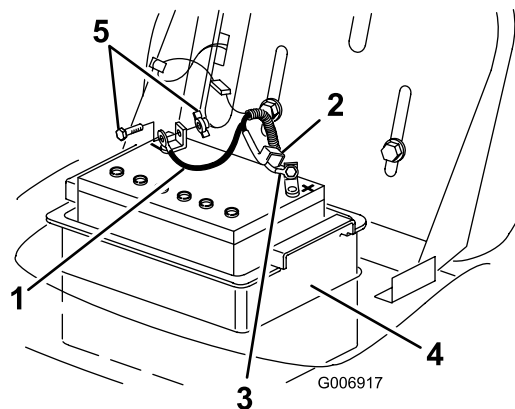

Figura 27
4. Staccate il cavo negativo (nero) di terra dal polo della batteria (Figura 27).
5. Infilate il cappuccio di gomma sul cavo positivo (rosso) della batteria. Staccate il cavo positivo (rosso) dal polo della batteria (Figura 27).
6. Togliete la scatola della batteria e la batteria dal telaio (Figura 27).
1. Montate la cassetta e la batteria nel telaio (Figura 27).
2. Utilizzando il bullone ed il dado ad alette, collegate il cavo positivo (cappuccio rosso) al polo positivo (+) della batteria (Figura 27).
4. Utilizzando il bullone e il dado ad alette, collegate il cavo negativo (nero) al polo negativo (-) della batteria (Figura 27).